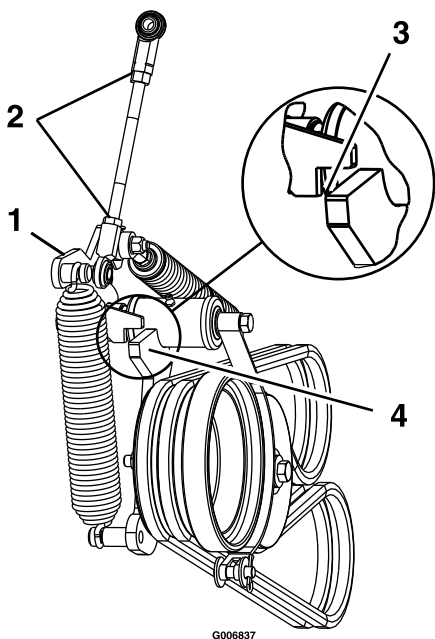

Figure 49
13. Desserrez les écrous de blocage et réglez la tringlerie jusqu'à ce que le haut du bras de la poulie de tension soit aligné sur le bas du cran du bras de tension, comme montré à la Figure 49.